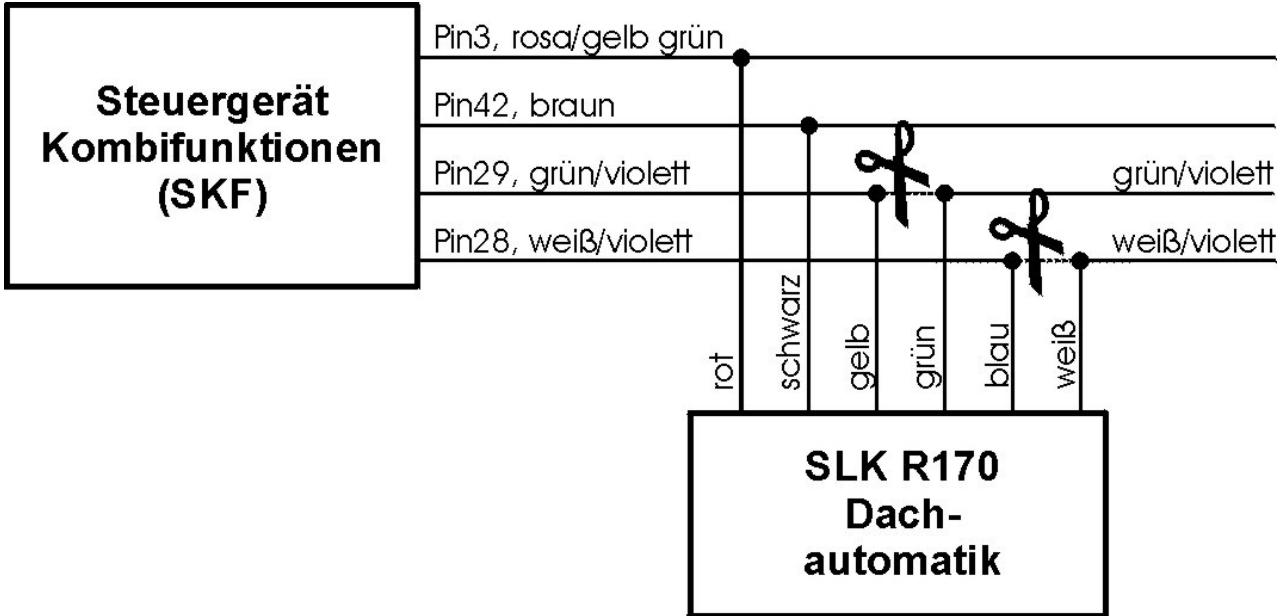

Bild 4: Verkabelung des Dachautomatikmoduls
4. die Kabel des Moduls werden wie folgt mit dem Steuergerät verbunden (Bild 4). Die sicherste Verbindung wird durch Löten erzielt.